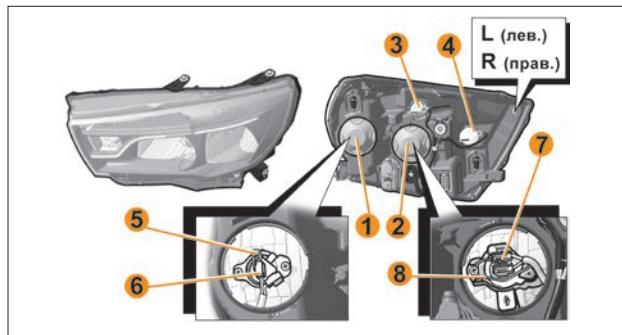

Рис. 11. Блок-фара
- снимите крышку 2 (рис. 11), повернув ее против часовой стрелки;